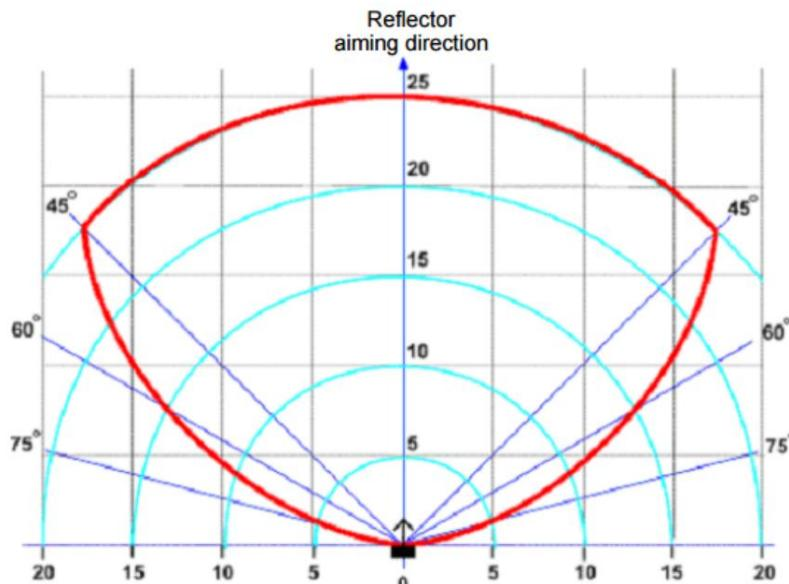

图7-1 发光板可被观察的范围
- 25m 的范围内应该布置足够数量以及分布合理的反光条用于定位。由于反光板有角度限制，并不是所有的角度都能观察到反光条，如图 7-1 所示，底部黑色带箭头方块表示一个反射板，箭头表示反射面的法向量，红色区域表示能观测到该反光板的区域，所以反光板布置要考虑激光打在反射板的入射角问题。